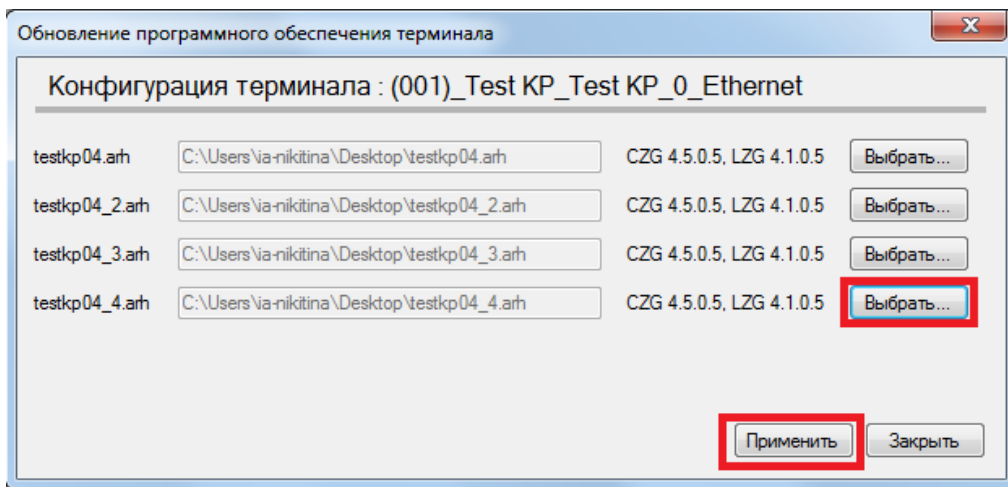
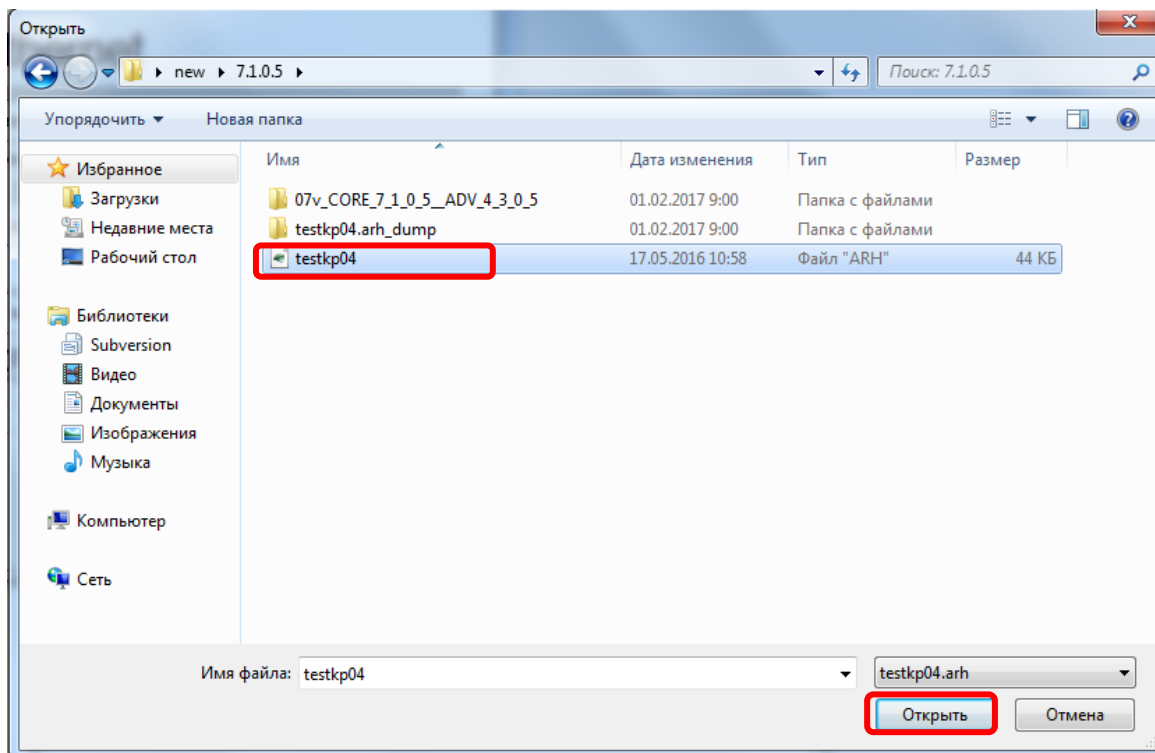

Рисунок 10 – Выбор файлов конфигурации
Рисунок 11 – Выбор файла конфигурации
5.4 В появившемся окне «Конфигурация терминала» для каждого набора уставок нажать кнопку «ВЫБРАТЬ» (см. рисунок 10) и затем указать путь к загружаемому файлу конфигурации (файл с расширением «*.arh», имя загружаемого файла конфигурации должно совпадать с именем файла конфигурации в терминале) (см. рисунок 11).
5.5 Нажать кнопку «ПРИМЕНИТЬ» (см. рисунок 10).
Нажать кнопку «ПРИМЕНИТЬ» (см. рисунок 10).